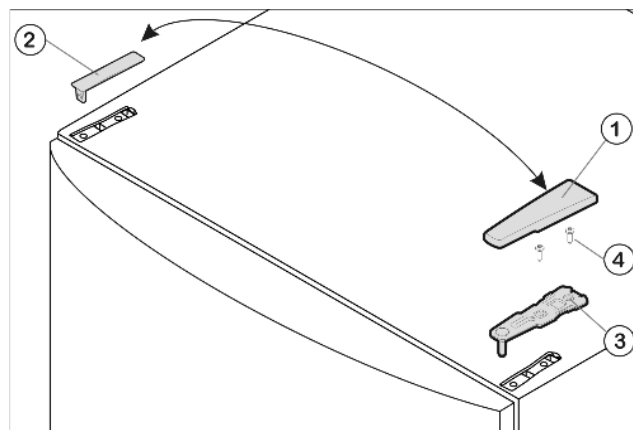

Fig. 4
- ▶ Стяните крышку Fig. 4 (1) вперёд и снимите крышку Fig. 4 (2).
- ▶ Открутите верхний опорный кронштейн Fig. 4 (3) (2 шт. Torx 25) Fig. 4 (4) и вытяните вверх.
- ▶ Установите верхний опорный кронштейн Fig. 4 (3) на новой стороне шарнира и защелкните в дверце.
- ▶ Прикрутите верхнюю опорную подставку (2 шт. Torx 25) Fig. 4 (4). При необходимости просверлите отверстия или используйте аккумуляторную отвертку.
- ▶ Защелкните крышку Fig. 4 (1) и крышку Fig. 4 (2) на противоположной стороне.